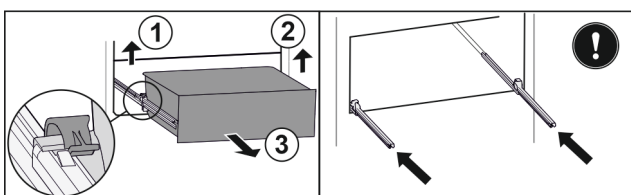

Fig. 43
- ▶ Sollevare il morsetto sinistro e allo stesso tempo tirare in avanti il cassetto sinistro. Fig. 43 (1)
- ▶ Sollevare il morsetto destro e allo stesso tempo tirare in avanti il cassetto destro. Fig. 43 (2)
- ▶ Rimuovere il cassetto tirandolo in avanti. Fig. 43 (3)